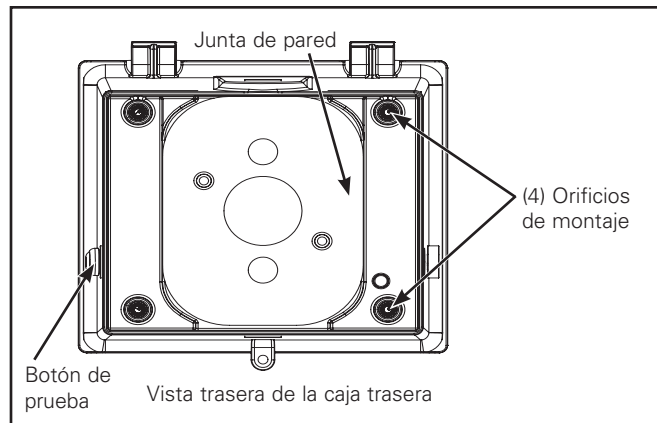

Figura 1.
2. Coloque la caja trasera invertida sobre una superficie sólida. Con una broca de 9/32", taladre los cuatro orificios de montaje. (Figura 1.)